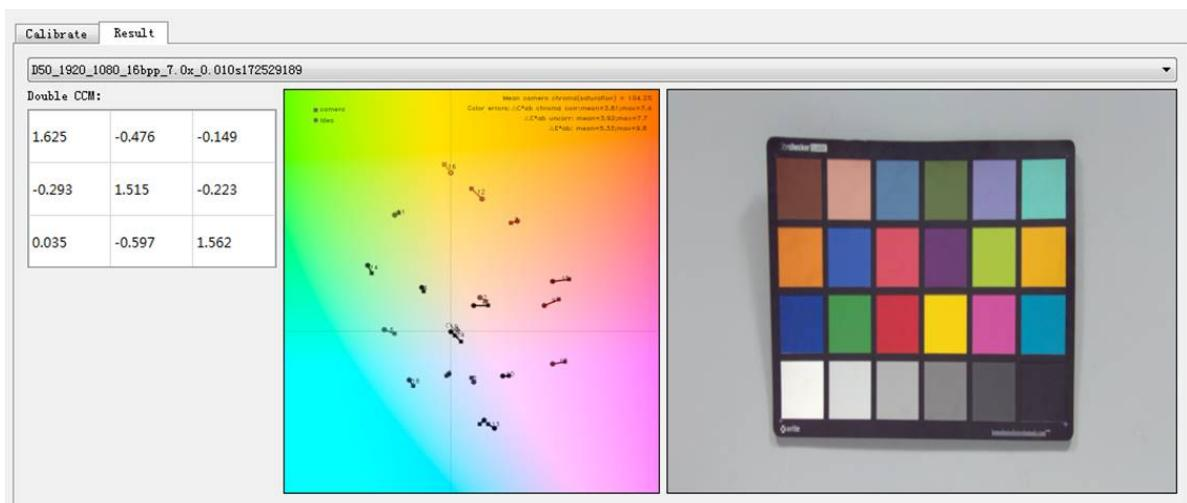

图4-5-2-5
10. 若出现 $\Delta E$ 超出预期的情况，有可能是Raw图亮度过高导致，可以右键图4-5-2-2中右侧的色卡图像，点击Save Current，将图片保存下来，检查各个色块是否有过曝或某通道饱和的情况（由于CCM标定时会引入Gamma曲线，有可能导致标定色块饱和）；